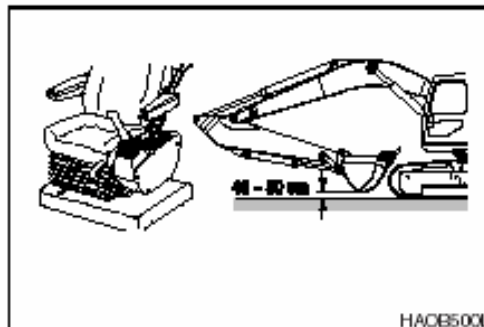

Figura 31
2. Desbloquee la palanca de seguridad y recoja el accesorio frontal elevándolo 40 –50 cm. con respecto al nivel del suelo. Consulte Figura 31.